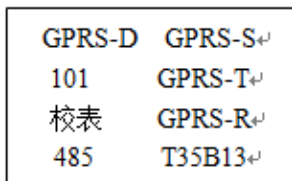
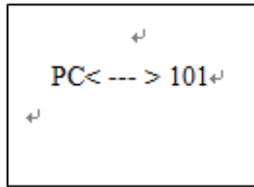

图 33+
图 35+
按“◀”键回到初始界面，同时按住“◀”键和“▲”键即可进入系统维护界面主菜单（图 33），然后按“▲”键、“▼”键，便可选择进入需要的系统维护功能界面：
- 图 35: 101, 系统调试界面。
2、同时按住“◀”键和“▲”键即可进入系统维护界面主菜单（图 33），选择“GPRS-S”后按“▶”键进入“GPRS
- 将 PC 串口与无功优化及协调控制器串口 RS232#2 相连，同时按住“◀”键和“▲”键，进入系统维护主菜单（图 33），按“▼”键选择“101”，进入 PC<-->101 界面（图 35），运行 GXIEC-800 配电综合测控软件，即可进行调试。